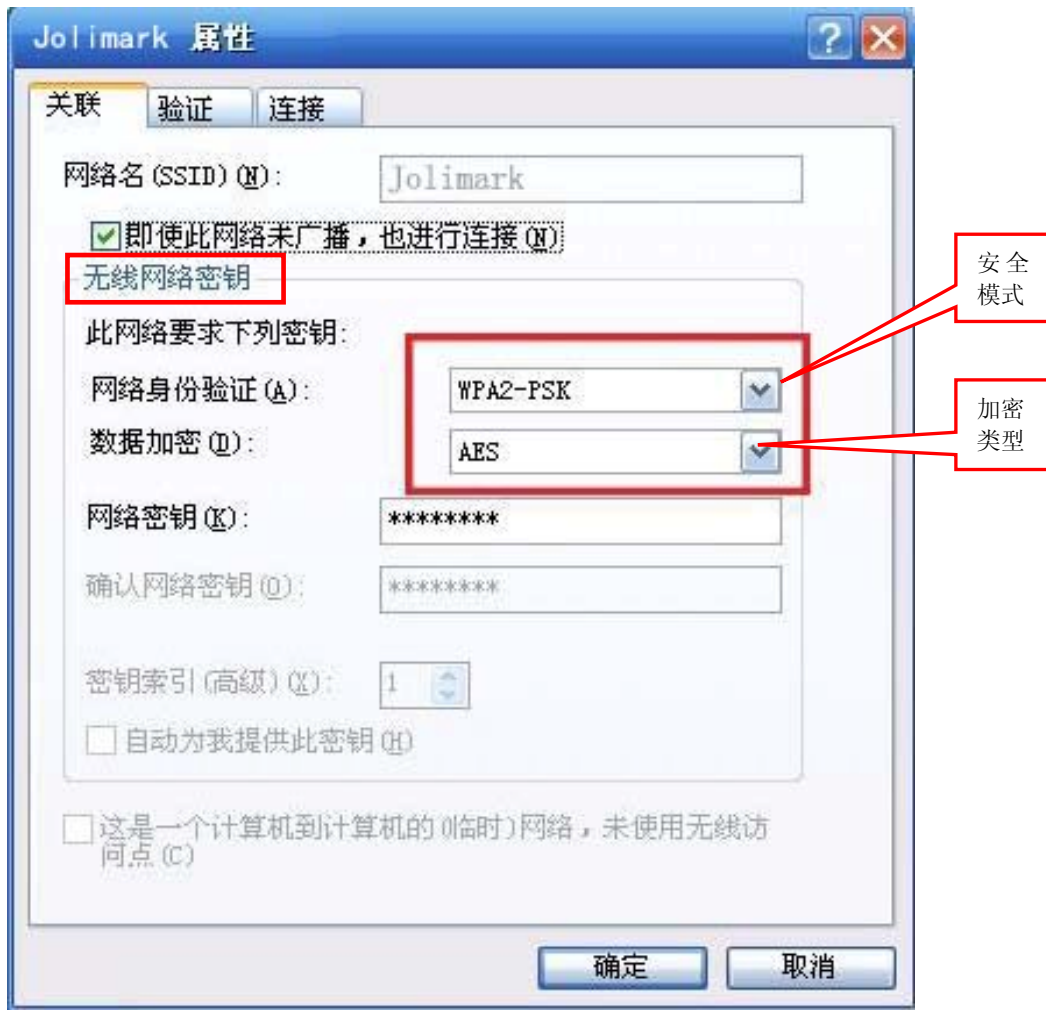

图 12
⑤ 在弹出的属性窗口的“无线网络密钥”栏，找出安全模式与加密类型（如图 12 所示）。